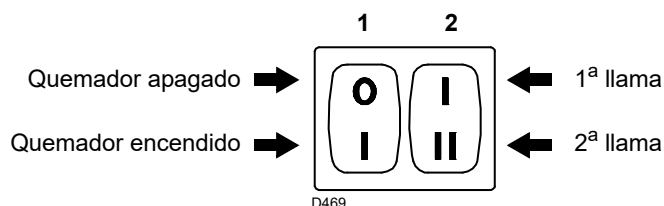

Fig. 27
- el interruptor 1)(Fig. 27) en posición "Quemador encendido";
- el interruptor 2)(Fig. 27) en posición "1ª llama"
Colocar el interruptor 2)(Fig. 27) en posición "2ª llama: el servomotor abrirá el registro de aire y simultáneamente abrirá también la válvula de mariposa del gas a 90°.
Colocar el interruptor 2)(Fig. 27, pág. 25) en posición "1ª llama: el servomotor 1) cerrará el registro de aire y simultáneamente cerrará también la válvula de mariposa del gas hasta 15°, es decir, hasta la regulación efectuada en fábrica.
- Si se desea aumentarlo, pasar a la 2ª llama accionando el interruptor 2)(Fig. 27, pág. 25) y aumentar un poco el ángulo de la palanca anaranjada mediante pequeños desplazamientos sucesivos, es decir, pasando del ángulo 15° a 17° - 19°....